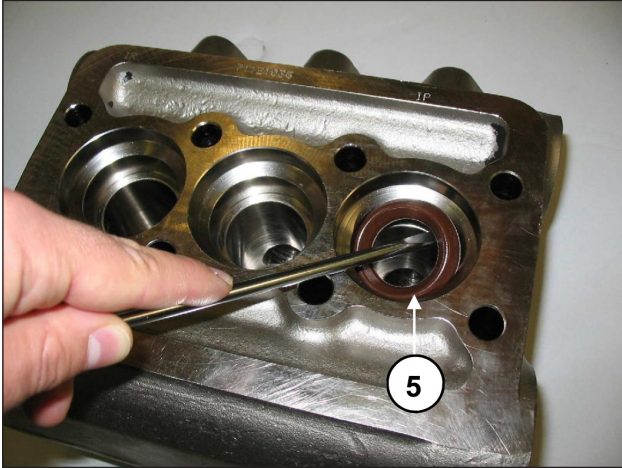

Fig. 21
- C) Extraire les bagues d'étanchéité à haute pression de la tête et celles de basse pression du support correspondant en utilisant des outils ordinaires, comme l'indique la Fig. 21, rep. ⑤, et en ayant soin de ne pas endommager les sièges respectifs.